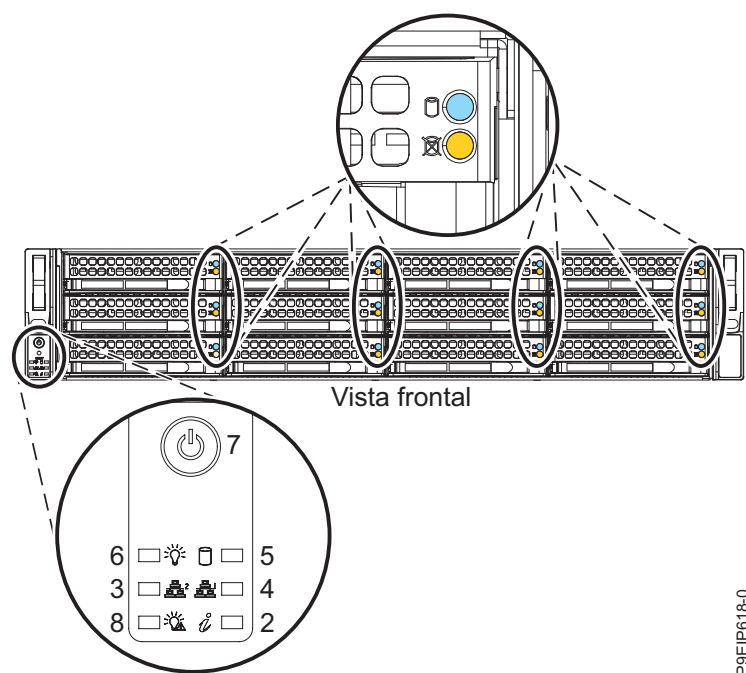

Figura 76. Comutador de energia para o 5104-22C, 9006-22C ou 9006-22P
2. Pressione o botão de energia (7) mostrado na Figura 76 na página 83. Você pode ter que pressionar o comutador por 0,5 a 3 segundos.